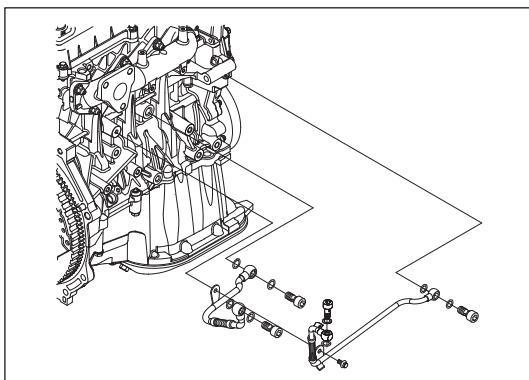

Рис. 7-2-9. Крепление подводящей трубы ОЖ и подводящей масляной трубы турбонагнетателя
- (7) Установить подводящую трубку ОЖ и подводящую масляную трубку турбонагнетателя на корпус блока цилиндров и закрепить с помощью одного фланцевого болта, как показано на рис. 7-2-9.